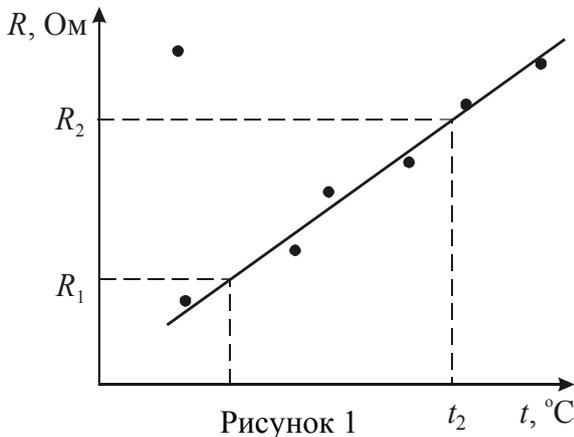

Рисунок 1
Температурный коэффициент сопротивления  $\alpha$  также рассчитывается по формуле (5), но сопротивления  $R_1$  и  $R_2$  и соответствующие им температуры  $t_1$  и  $t_2$  определяются из графика  $R = f(t)$  (см. рис. 1).
2. Рассчитать температурный коэффициент сопротивления  $\alpha$  по формуле (5). Значения сопротивлений  $R_1$  и  $R_2$  и соответствующие им температуры  $t_1$  и  $t_2$  определить из графика  $R = f(t)$ . Образец см. на рис. 1.